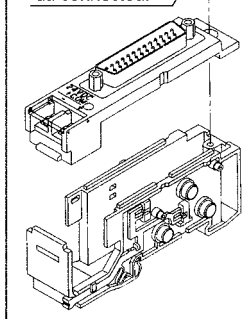

Fig.2
- 4 Deserrez la vis de fixation du distributeur du côté U. Ensuite, retirez le distributeur ainsi que le boîtier. (Voir Fig.2).